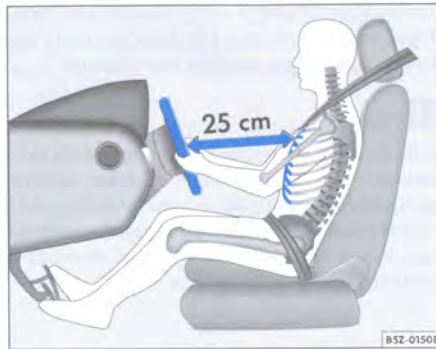

Fig. 105 Detalle: posición correcta del conductor
- Ajuste el volante hasta que alcance la profundidad y la altura deseadas ⇒ fig. 105.
- Ajuste el asiento del conductor y el volante, de modo que la distancia entre el volante y el pecho sea como mínimo de 25 cm ⇒ fig. 105. Si esta distancia mínima no es respetada, el sistema de airbag no puede ejercer su función de protección - ¡peligro de muerte!